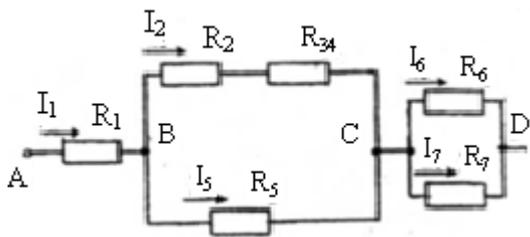
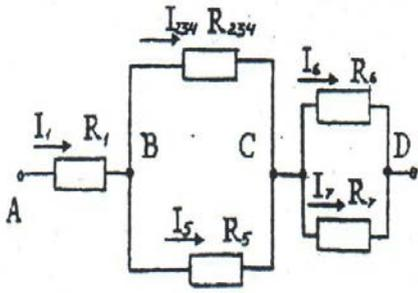

Рисунок 6 - Электрическая схема
Рисунок 7 - Электрическая схема
2. Резисторы  $R_2$  и  $R_{34}$  (см. рис. 6) соединены последовательно, их общее сопротивление  $R_{2-4} = R_2 + R_{34} = 20 + 40 = 60 \text{ Ом}$ . Соответствующая схема приведена на рис. 7
Зная напряжения на участках ВС и СД, определим токи в ветвях (см рис. 7)
На основании второго свойства параллельного соединения можно убедиться на этом этапе в правильности решения задачи, применив первый закон Кирхгофа И з схемы (рис. 7) следует, что:
Для определения токов резисторов  $R_3$  и  $R_4$  предварительно найдем напряжение на резисторе  $R_{34}$  (рисунок 6), которое эквивалентно им
Это можно сделать двумя способами: на основании закона Ома  $U_2 = I_2 \times R_2 = 2 \cdot 20 = 40$  В или на основании третьего свойства последовательного соединения. На участке ВС верхняя ветвь представляет собой последовательное соединение резисторов  $R_2$  и  $R_{34}$  (см рис. 6), поэтому  $U_{BC} = U_2 + U_{34}$ , отсюда  $U_2 = U_{BC} - U_{34} = 120 - 80 = 40$  В. Переходим к определению мощности, потребляемой цепью и каждым резистором в отдельности.